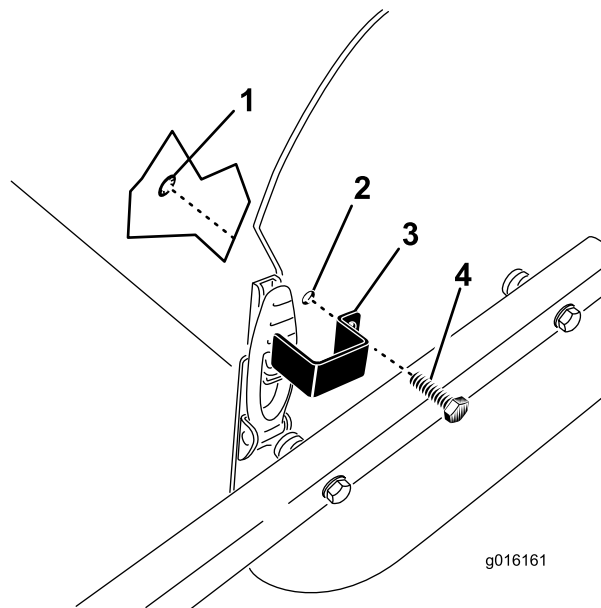

Figura 36
1. Posizionate la piastra di bloccaggio sul fermo del cofano allineando al tempo stesso il foro di montaggio con il foro nella piastra laterale (Figura 36).
2. Fissate la piastra di bloccaggio sulla piastra laterale con un bullone senza dado e un anello di ritenuta (Figura 36).